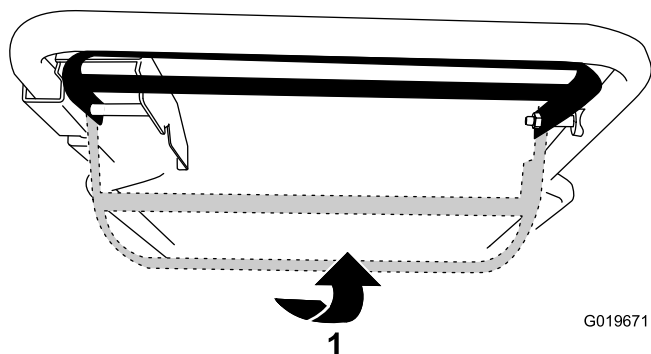

Figure 15
- **Pour utiliser l'autopropulsion sans engager la lame :** Serrez la barre de commande de la lame contre le guidon (Figure 15).